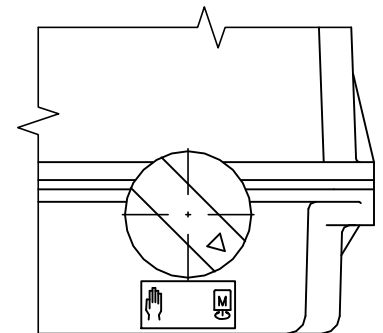

Рис.10
- кнопкой ручного управления вращаем вправо (Рис.10) - Δ на кнопке совпадет со символом руки), тем разомкнем передачу прибора. При приборе с рычагом надо держать рычаг, чтобы аппарат при нагрузке не натолкнулся на концевую позицию.